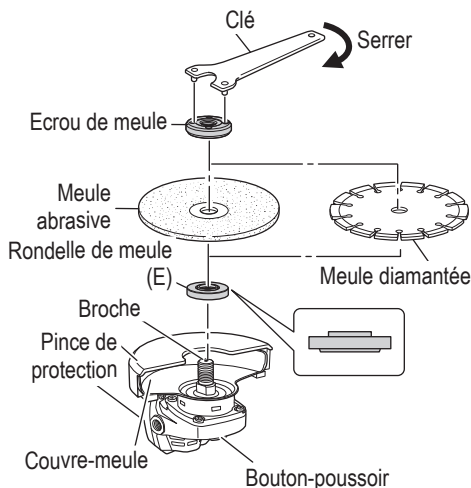

Fig. 19
- (5) Tout en poussant sur la bouton-poussoir avec une main, verrouiller l'arbre en tournant doucement la meule à tronçonner/diamantée avec l'autre main. Serrer l'écrou de meule en utilisant la clef fournie comme montré sur la Fig. 19.